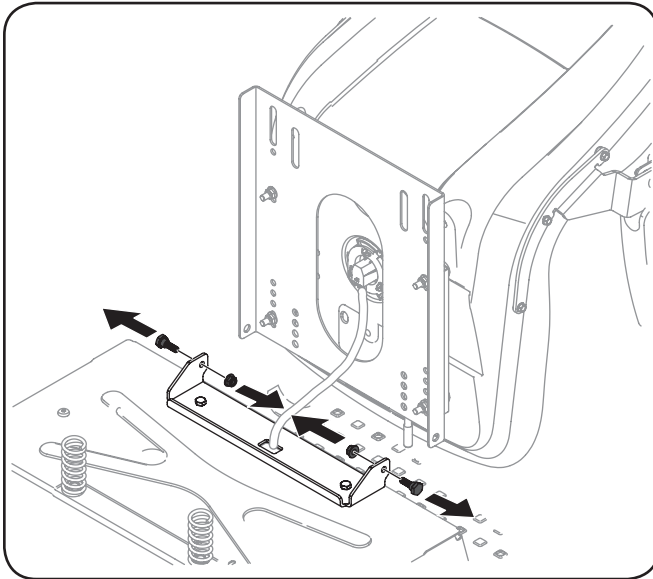

Figura 3-3
2. Quite los dos tornillos con reborde y las tuercas de seguridad con brida del soporte del asiento tal como se muestra en Figura 3-3.